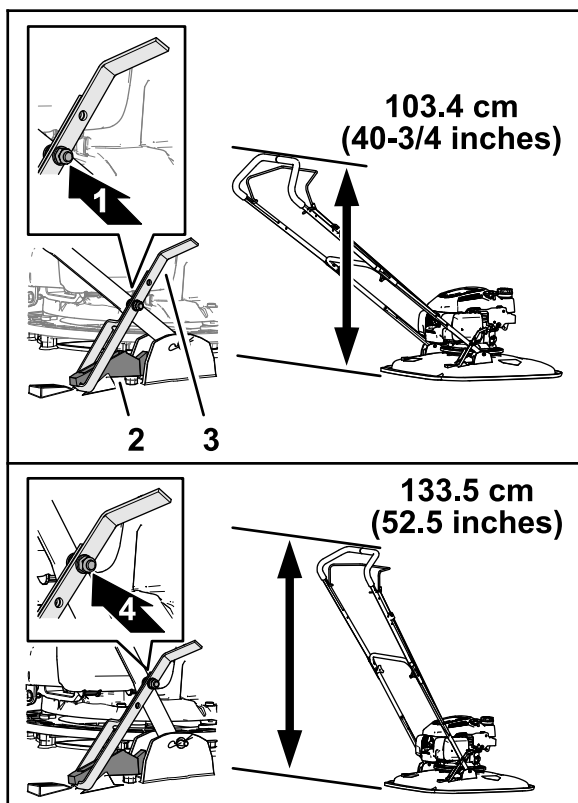

Figura 3
1. Stabilite l'altezza della stegola quando l'arresto a pedale è fissato alla staffa del dispositivo di bloccaggio (Figura 3).